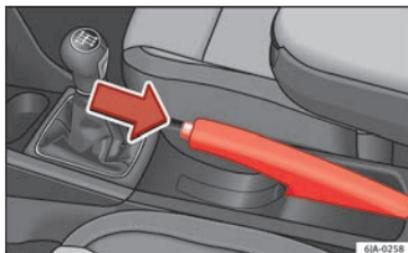

Fig. 175 Consola central: travão de mão.
- Puxe ligeiramente a alavanca e, **ao mesmo tempo**, pressione o botão de libertação » **Fig. 175.**